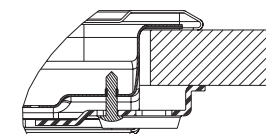

Fig. 1
1. Fäst fjäderklämmorna **(A)** (fig. 1) med de medföljande skruvarna, beakta de angivna avstånden.